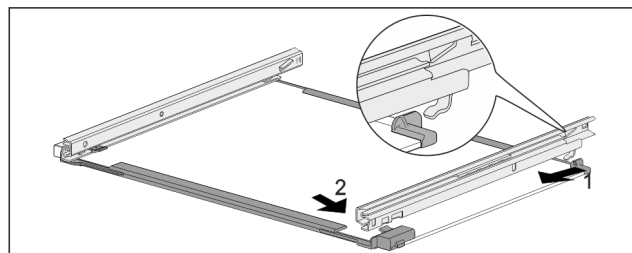

Fig. 106 Glasplatte mit Schienen
- Schiene hinten einhaken. Fig. 106 (1)
- Schiene vorne einrasten. Fig. 106 (2)